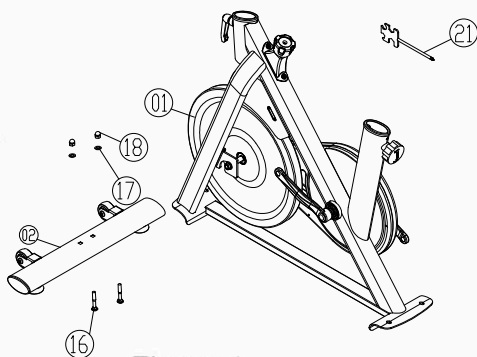

Figura 1
1. Fixe o Conjunto da Estrutura Principal (Peça 01) ao Conjunto do Tubo de Apoio Dianteiro (Peça 02) com dois parafusos de carro M8×55 (Peça 16), duas anilhas planas (Φ20×Φ8.5×1.5t, Peça 17) e duas tampas plásticas altas (Peça 18), de acordo com a Figura 1.